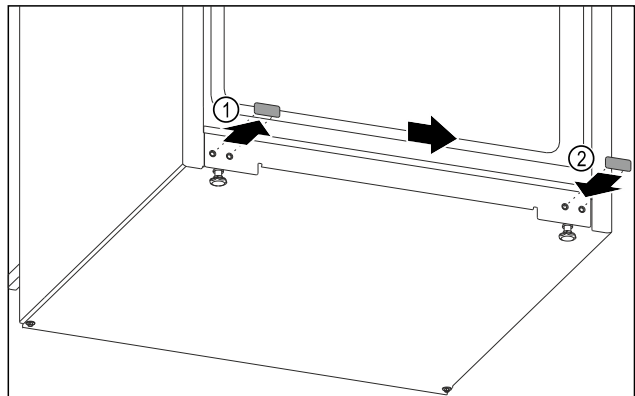

Fig. 10
- ▶ Trek de afdekdop eruit. Fig. 10 (1)
- ▶ Plaats de afdekdop aan de andere kant. Fig. 10 (2)